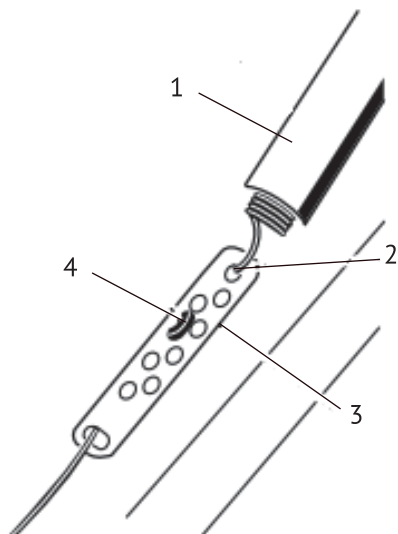

рис. 5
- сдвиньте крышку пружины (рис.5 поз.1) и отсоедините пружину (рис.5 поз.2) от планки натяжителя (рис.5 поз.3);
- отрегулируйте натяжение троса, перемещением Z-образного наконечника по планке натяжителя (рис.5 поз.4);